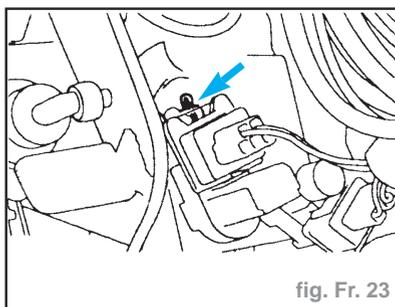

fig. Fr. 23
- Détacher la tige de commande de servofrein (fig. Fr. 23).